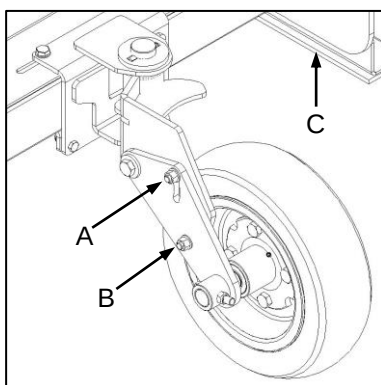

Fig. 7
- ✔ To set working height, loosen the pivot bolt (Fig. 7-A) while removing the height setting bolt (Fig. 7-B) completely.
- Note that the articulated rear wheels may be used with the side panels and skids still in place. However, these must be suitably adjusted to prevent any ground contact during operation (Fig. 7-C). Failure to observe this requirement will result in structural and mechanical failure not covered under warranty.
- ✔ Om die werkshoogte te stel, draai die spilbout los (Fig. 7-A) los en verwyder die hoogteverstellingsbout heeltemal (Fig. 7-B).
- Let daarop dat die geartikuleerde agterwiele gebruik kan word met die sypanele en glystukke steeds in posisie. Dié moet egter so verstel word dat daar geen grondkontak tydens bedryf is nie (Fig 7-C). Versuim om hierdie vereiste na te kom sal tot strukturele en meganiese onklaarraking lei wat nie onder waarborg gedek word nie.